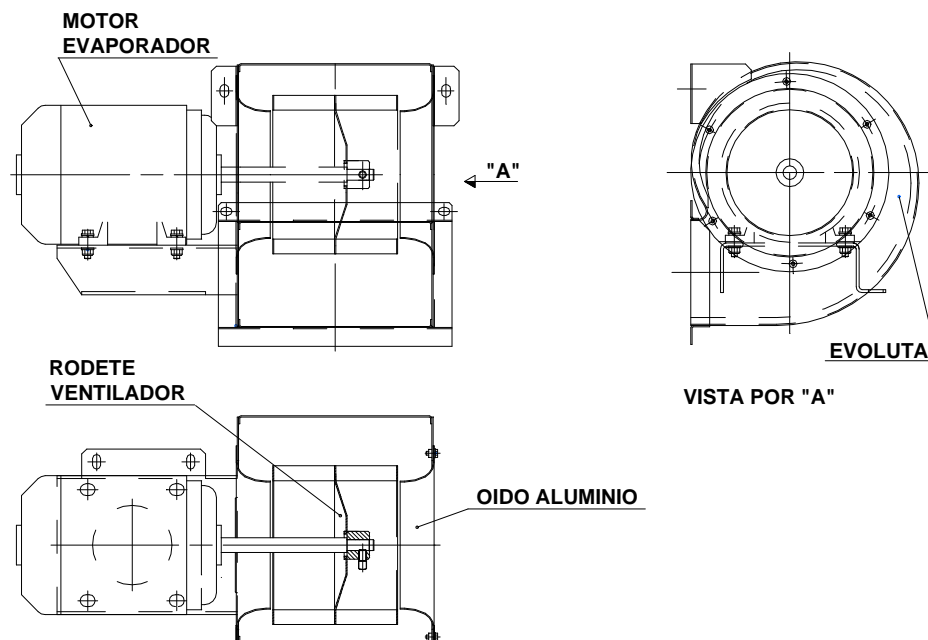

Figura A-10. Conjunto motor ventilador evaporador
A.3.1.9 Conjunto motor y ventilador evaporador (Figura A-10)